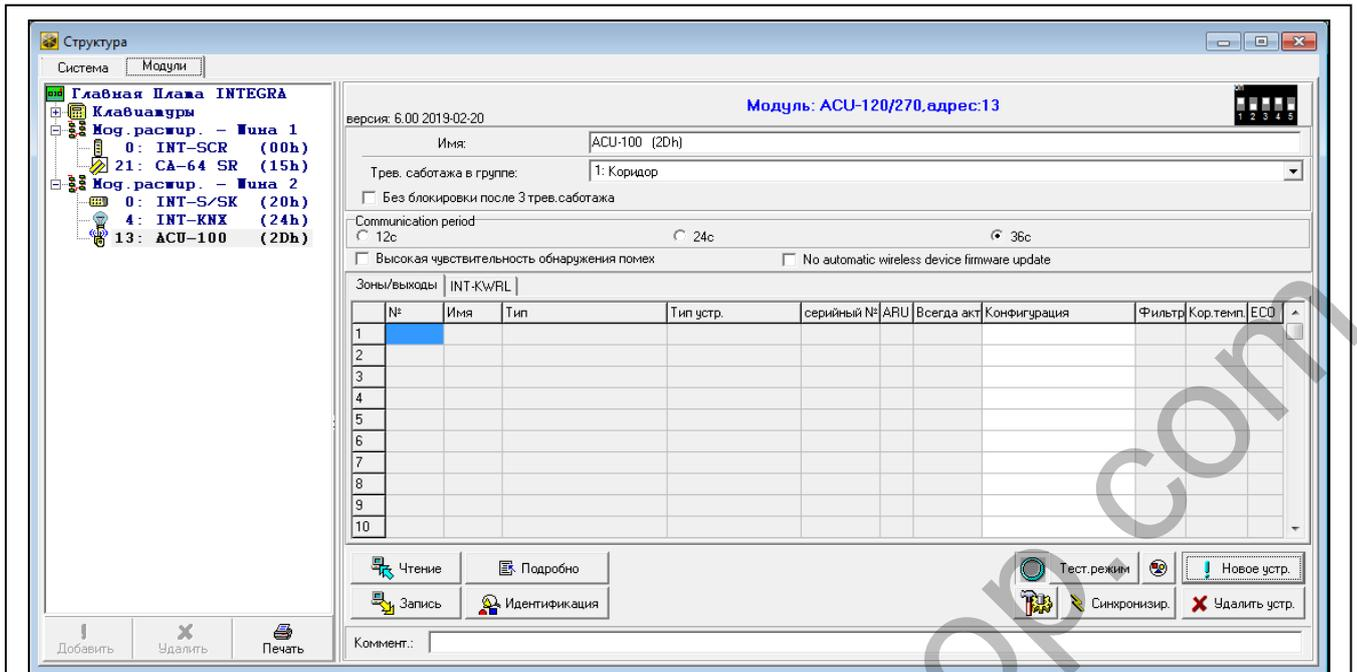

Рис. 21. Программа DLOADX: параметры и опции контроллера, подключенного к прибору INTEGRA / IINTEGRA Plus.
- программа DLOADX: окно «Структура» → закладка «Модули» → ветка «Модули расширения» → [название контроллера] (рис. 21).